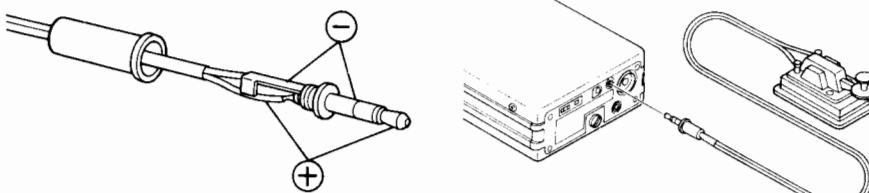

図14 電鍵の接続
モードスイッチ⑯をUSB/CWの位置にして、後面KEYジャック⑰に図14のように電鍵(CWキー)を接続してください。
また内蔵のサイドトーン回路を使ってCWの練習もできます。図14のようにKEYを接続し、モードスイッチをFMにし、信号の入感しないチャンネルでスケルチVOL⑬を時計方向に回しきってください。電鍵をONするとサイドトーンがスピーカーより、聞こえますのでそれを利用してCWの練習ができます。(この時PTTスイッチを押しますと、電波が発射されますので、必ず受信状態でご使用ください。)